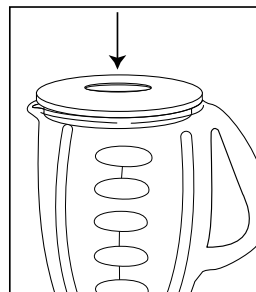

FIGURE 7
- Ne retirez pas le couvercle en cours d'utilisation. Retirez la goulotte pour ajouter de petits ingrédients. (*Figure 7*)